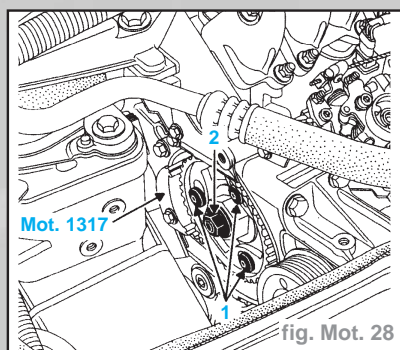

fig. Mot. 28
- Mettre en place l'outil Mot. 1317 pour immobiliser le pignon (fig. Mot. 28).
- Desserrer les trois vis de fixation poulie-moyeu (1) puis régler la levée du piston de la pompe par action sur l'écrou central (2) de fixation du moyeu de la pompe (fig. Mot. 28).
- Après resserrage des vis de fixation (1),